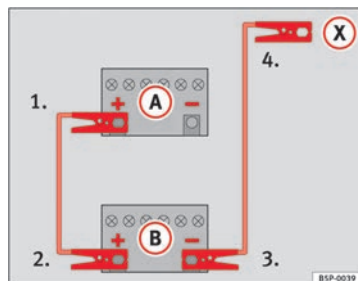
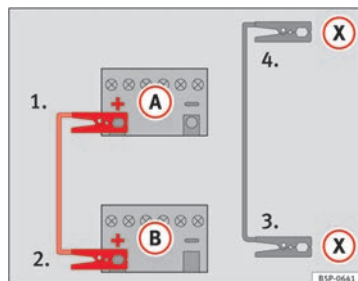

Fig. 159 Esquema de conexión para vehículos sin sistema Start Stop.
Fig. 160 Esquema de conexión para vehículos con sistema Start Stop.
- Emborne un extremo del cable *rojo* de emergencia al polo positivo (+) del vehículo con la batería descargada (A) ⇒ fig. 159.
- Emborne el otro extremo del cable *rojo* de emergencia al polo positivo (+) del vehículo que suministra la corriente (B).
- Emborne un extremo del cable *negro* de emergencia al polo negativo (-) del vehículo que suministra la corriente (B) ⇒ fig. 159.
- Emborne el otro extremo del cable *negro* de emergencia (X), en el vehículo con la batería descargada, a una pieza de metal maciza que vaya atornillada al bloque motor o al mismo bloque motor pero más alejado posible de la batería (A).
- Emborne un extremo del cable *rojo* de emergencia al polo positivo (+) del vehículo con la batería descargada (A) ⇒ fig. 160.
- Emborne un extremo del cable *negro* de emergencia (X) a un terminal de masa adecuado, a una pieza de metal maciza que vaya atornillada al bloque motor o al mismo bloque motor ⇒ fig. 160.